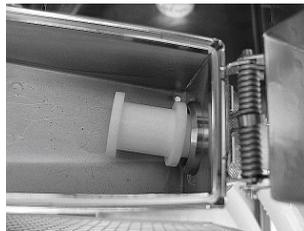

Bild 2:
5. Den Ablauf des Druckkastens zur Teflonröhre mit Hilfe des Spezialdorns verengen (siehe Bild 2).